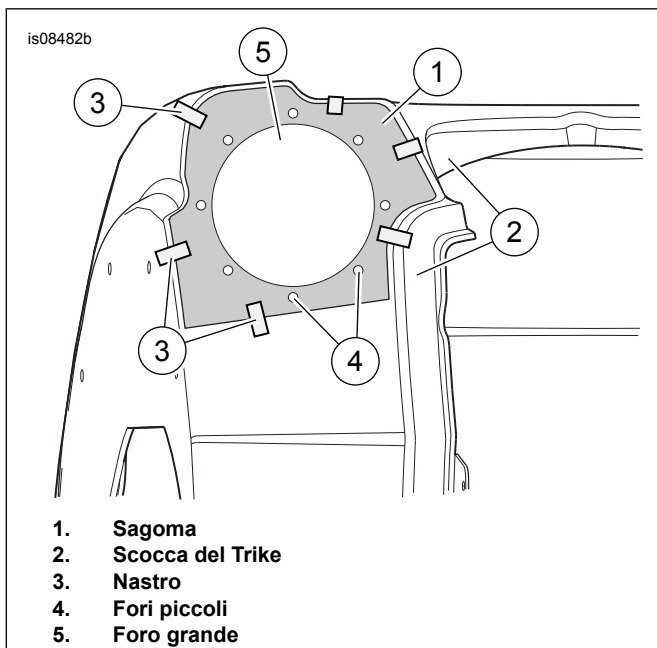

Figura 1. Posizione della sagoma
1. Vedere Figura 1 Allineare la sagoma (1) con un lato della scocca del Trike (2). I bordi della sagoma devono essere allineati con i punti di tangenza delle curve della scocca. Fissare la sagoma con del nastro adesivo (3). Punzonare in corrispondenza degli otto forellini (4). Contrassegnare il foro più grande (5) con un evidenziatore di colore contrastante o con una matita di cera.